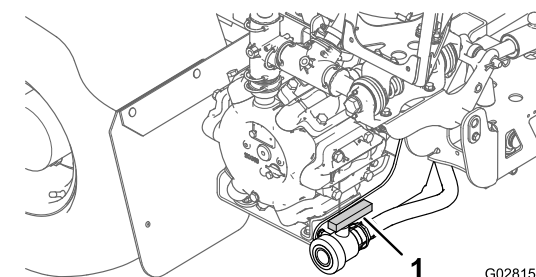

図 28
2. タンクのドレンバルブは車両の後部にある**図 28**。